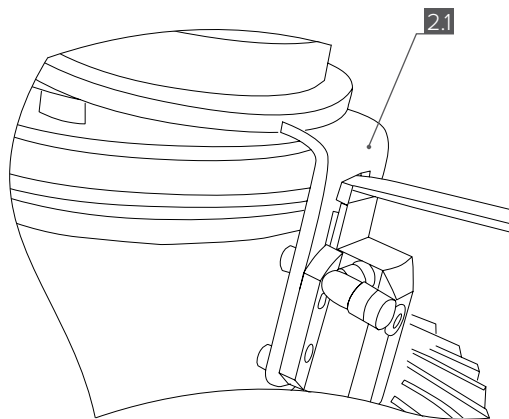

Рис. 7
- 4.2 Установите корпус подшипника [2.1] на блокировку. Вставьте отвертку в паз вилки привода и приподнимите корпус подшипника. Это приведёт к сжатию пружины, расположенной внутри актуатора, необходимому для установки пневматического привода (Рис. 7).